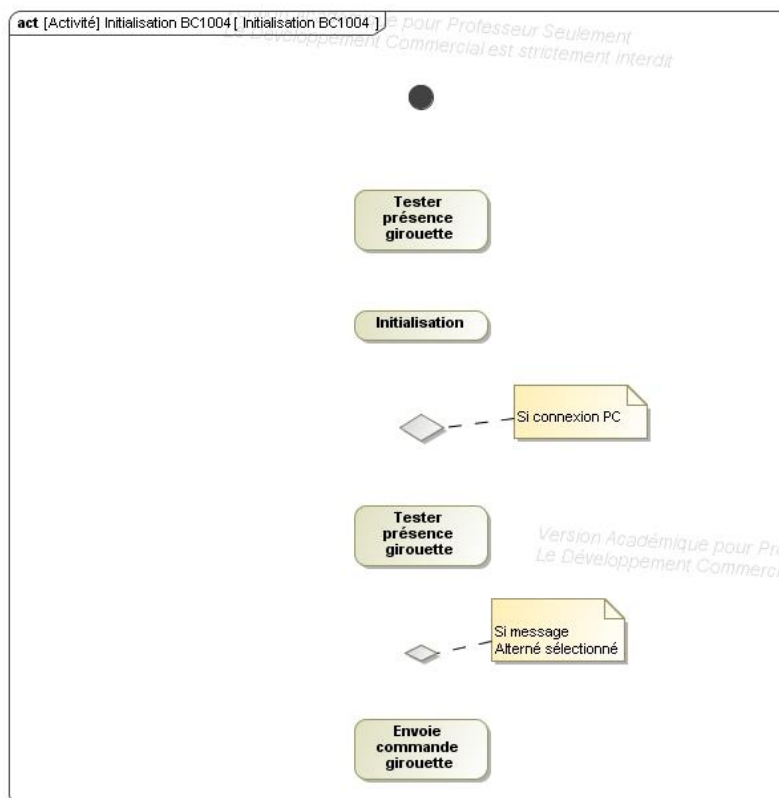

Figure 6 Diagramme partiel en cours de construction.
- A ce stade vous devez avoir le diagramme de la figure 6